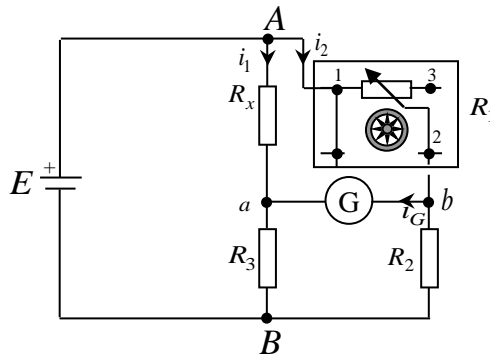

Figure 3. 4. Pont de Wheatstone composé d'un potentiomètre et de résistance fixes
- On réalise le montage de la Figure 3 .4 .